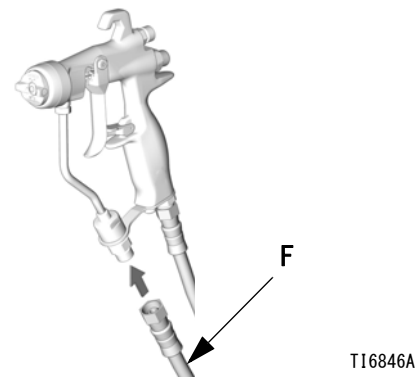

図 .4
2. ガン液インレットに液ホース (F) を接続します 図図 .4 を参照のこと。必要であれば、ガンインレットに液スイベルコネクタ (189018) を取り付けて操作性を向上させます。頁 **アクセサリ** を参照下さい。35